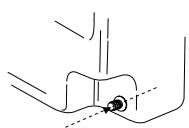

Fig. 2
El agua de condensación se puede recoger directamente en el depósito que se halla en el interior del aparato (fig. 2)
- 2) Agujerear el depósito en el interior del pico usando un torno con punta fina (fig. 2)